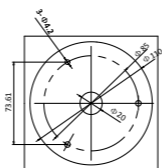

图3-4 安装贴纸
**步骤 1** 将安装贴纸贴在安装墙面上，根据贴纸的孔位打孔（如需从墙面穿线，请在墙上开出线孔），安装贴纸如图 3-4 所示。